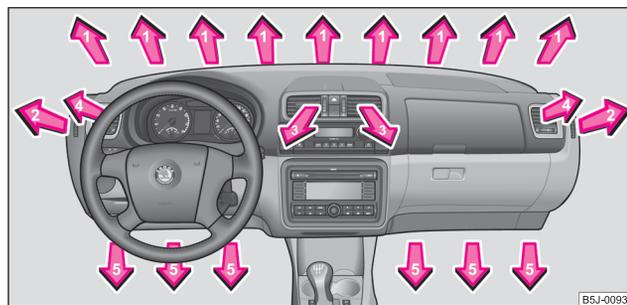

Abb. 96 Luftaustrittsdüsen
- Luftaustrittsdüsen **4** ⇒ Seite 84, Abb. 96 öffnen und zur Seitenscheibe richten.
- Luftaustrittsdüsen **4** ⇒ Seite 84, Abb. 96 öffnen und zur Seitenscheibe richten